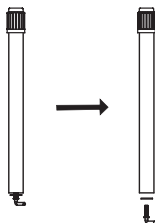

Fig.1
- 1 Disimballare la scatola di imballaggio e controllare i componenti facendo riferimento alla figura dei componenti. Svitare il dado di plastica dalla colonna. (Fig.1)